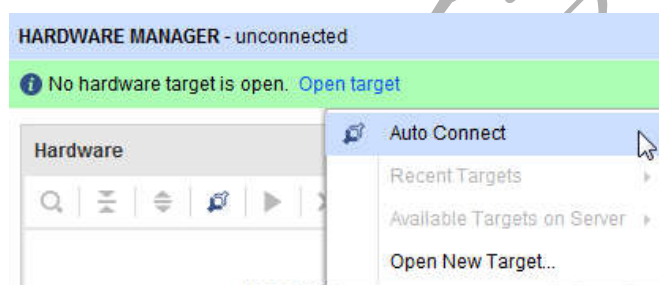
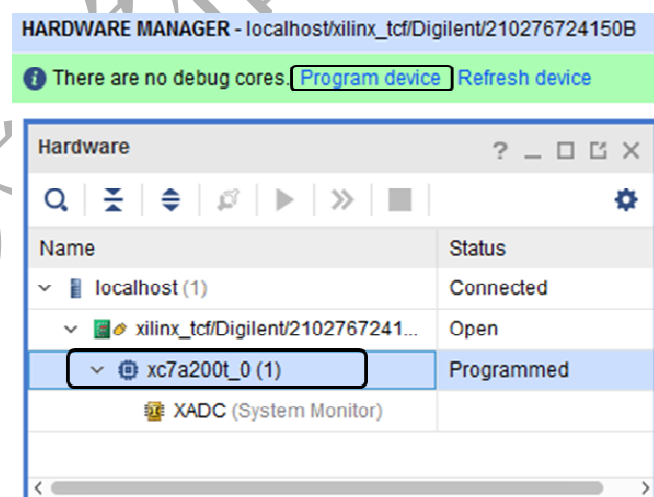
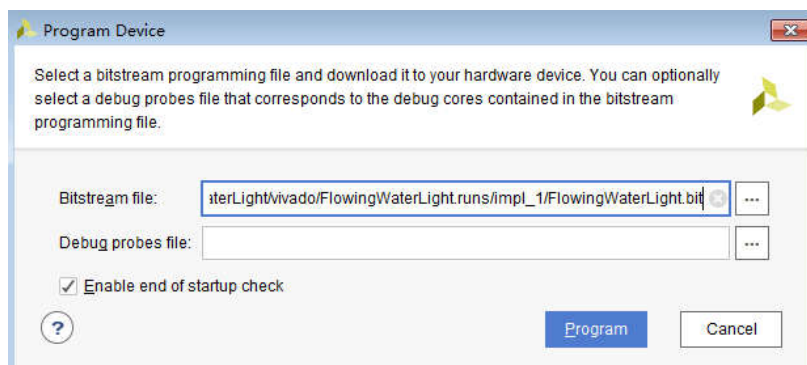

图 A4.47 配置对话框之一
图 A4.48 配置对话框之二
图 A4.49 下载
(1) 用 USB 线将开发板与计算机的 USB 接口连接。
(2) 用 3.3V 的 DC 电源适配器给 Nexys Videog 开发板供电。Basys3 开发板由 USB 供电，所以，如使用 Basys3 开发板，则不需外加电源供电。
(3) 打开开发板电源。
(4) 在 Flow Navigator 窗口下，点击 PROGRAM AND DEBUG⇒Open Hardware Manger 命令。在图 A4.47 所示的 HARDWARE MANGER 对话框中，点击 OpenTarget 后，再点击 Auto Connect 命令。Vivado 会自动查找 JTAG chain 上的设备。连接完成，FPGA 芯片会出现在 Hardware 窗口里，如图 A4.48 所示。
(5) 点击图 A4.48 界面中的 Program device, 然后在弹出如图 A4.49 所示 Program Device 窗口中点出 Program 即可完成下载编程。